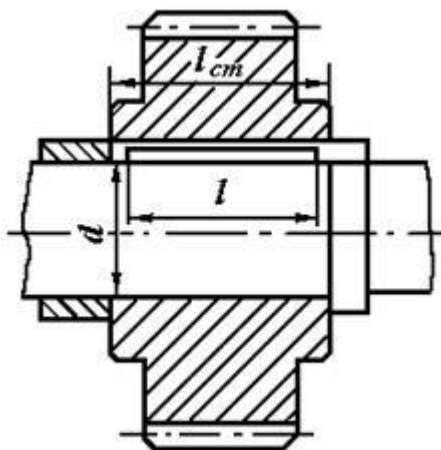

Рис. 18. Шестерня, закрепленная на валу призматической шпонкой
**Пример 1.** Выбрать по стандарту призматическую шпонку для соединения шестерни с валом  $d = 55$  мм (рис.18). Материал шестерни - Сталь 40Х, материал шпонки - Сталь 45, длина ступицы  $l_{ст} = 72$  мм, передаваемый момент  $T = 500$  Нм при постоянной реверсивной нагрузке.
**Пример 2.** Подобрать шлицевое соединение для блока шестерен с валом коробки передач (рис.18). Расчетный диаметр вала  $d = 35$  мм, рабочая длина ступицы блока  $l_p = 65$  мм. Соединение передает  $T = 200$  Нм при спокойной нагрузке. Материал вала - Сталь 45 ( $\sigma_T = 290$  МПа), материал блока зубчатых колес – Сталь 40Х ( $\sigma_T = 600$  МПа). Рабочие поверхности зубьев закалены ( $HV \geq 350$ ). Блок шестерен переключается не под нагрузкой.